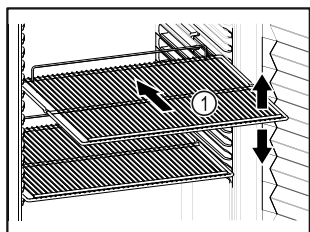

Fig. 61 Immagine a titolo di esempio
- ❑ Se è possibile spostare i ripiani Fig. 61 (1), regolarli in altezza.